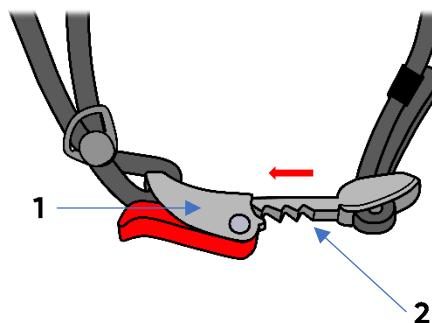
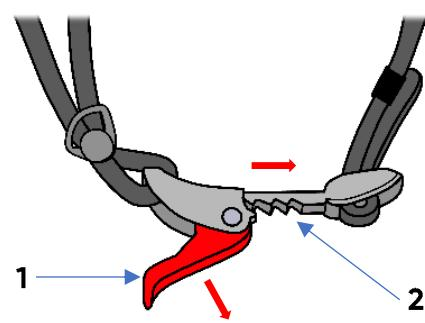

Рис. 4
Рис. 5
Для того, чтобы застегнуть ремень следует ввести в защёлку (1) элемент ремня (2) (Рис.4). Для того, чтобы расстегнуть ремень следует оттянуть рычаг защёлки (1), освободить и вынуть из защёлки элемент ремня (2) (Рис.5).